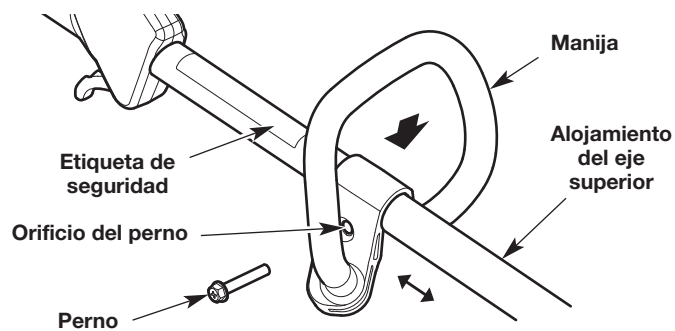

Fig. 8
1. Oprima la manija hacia abajo sobre el alojamiento del eje superior (Fig. 8). Asegúrese de que el orificio del perno mire hacia la derecha (Fig. 8).
2. Inserte el perno en el orificio del perno y oprímalo para que pase a través de él (Fig. 8). Ajuste el perno con un destornillador de cabeza plana, pero no lo ajuste completamente.
3. Mantenga la unidad en la posición de funcionamiento (Fig. 12). Mueva la manija hacia arriba o abajo del alojamiento del eje superior hasta que esté en una posición cómoda (Fig. 8). Compruebe que la manija esté ubicada más allá del extremo de la etiqueta de seguridad (Fig. 8).
1. Afloje el perno con un destornillador de cabeza plana (Fig. 8).
2. Mantenga la unidad en la posición de funcionamiento (Fig. 12). Mueva la manija hacia arriba o abajo del alojamiento del eje superior hasta que esté en una posición cómoda (Fig. 8). Compruebe que la manija esté ubicada más allá del extremo de la etiqueta de seguridad (Fig. 8).